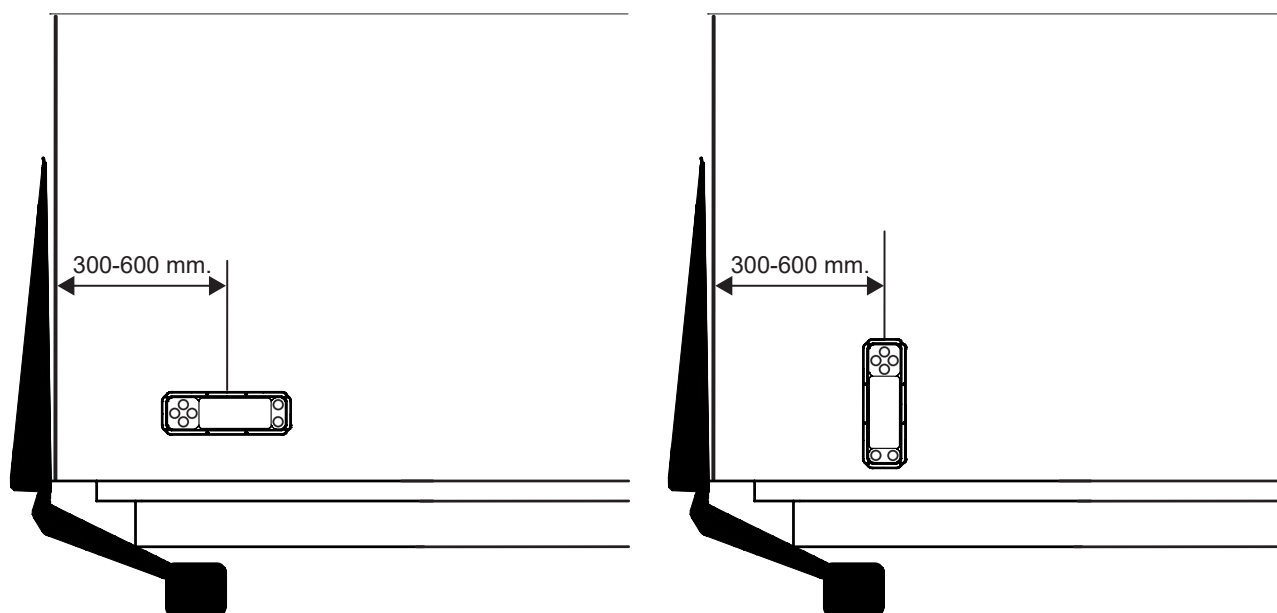

Bild 45. Montering av manöverdon
5. Montera därefter fast manöverdonet på skåpet. Se Bild 45